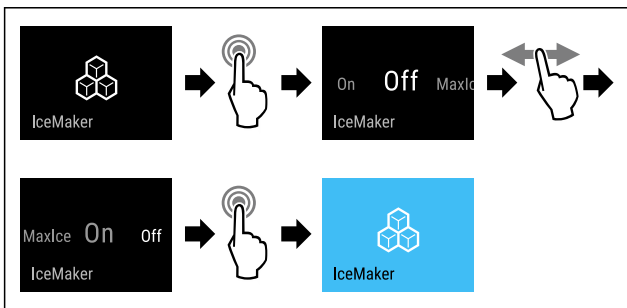

Fig. 19
- ▶ Выполните шаги действия (см. Fig. 19).